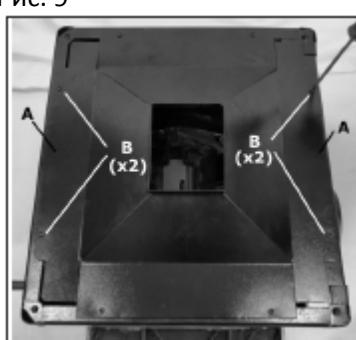

Рис. 10
7. Прикрепить две плиты основания В (рис. 10, А) на корпус станка винтами M5x10 (рис. 10, В).